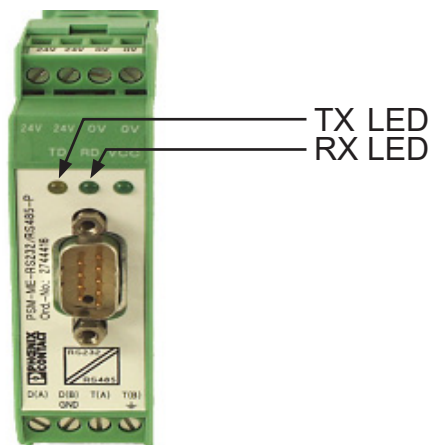

Fig. 5.1. RS-485 Konverter
- Ist der RS-485 Konverter an den richtigen COM Port angeschlossen? Bei korrektem Anschluss sollte die Sende-LED (TX) (Abb. 5.1) nach dem Start der Messung blinken und damit anzeigen, dass der Computer Daten sendet.